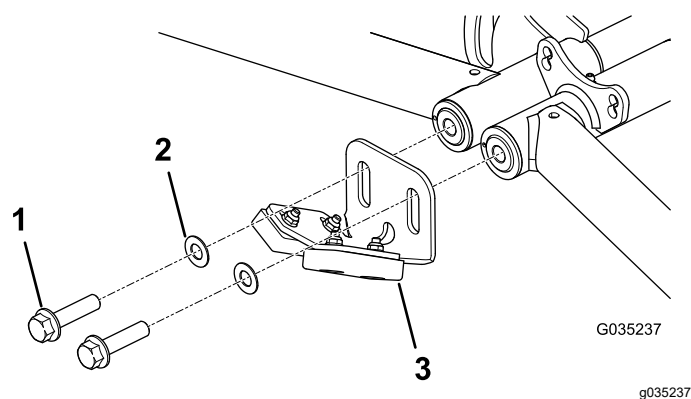

Figura 22
1. Perno con arandela prensada existente (2)
2. Tope redondo existente (2) – desechar
4. Instale provisionalmente el conjunto de topes delantero y las arandelas, según se muestra en Figura 22.